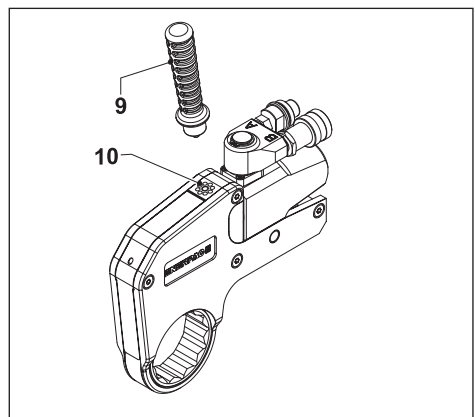

Abb. 3
3.2 Befestigung des Positionierungshebels (Abb. 3)
- Befestigen Sie den Positionierungshebel (9), indem Sie das Gewindeende vollständig in die Gewindebohrung (10) an der Oberseite des Drehmomentschlüssels einschrauben.